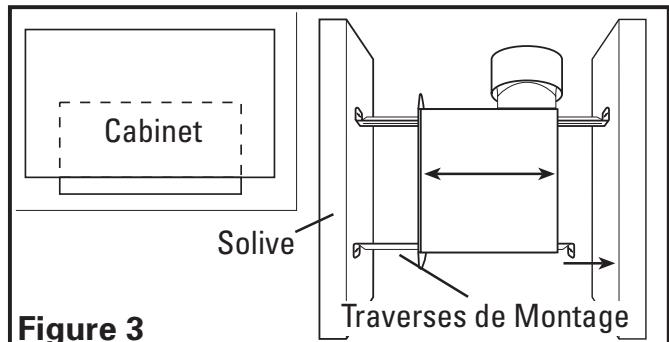
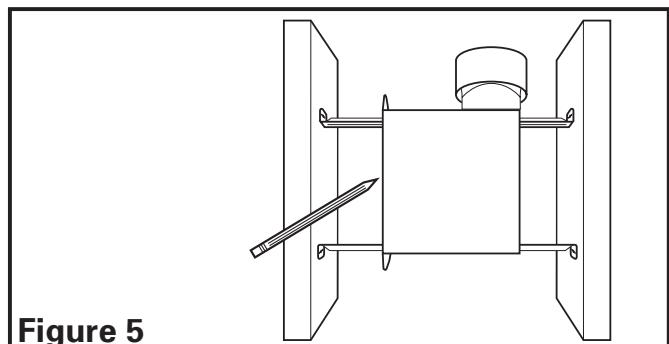

Figure 3
Figure 5
- Installation des Traverses de Montage:** installer les traverses sur le châssis et positionner le châssis près de la solive. En utilisant le guide sur le châssis du ventilateur, aligner le châssis pour qu'il soit à effleurement avec le plafond fini. Fixer les extrémités des traverses avec des clous ou des vis (non-comprises) aux solives et glisser le châssis à sa position finale (**Figure 3**).
- Installation des Traverses de Montage:** placer le châssis en position entre les solives et tracer un contour sur le matériau du plafond (**Figure 5**). Mettre le châssis de côté et découper l'ouverture, en prenant soin de ne pas couper ou endommager des câbles électriques dissimulés ou autres utilités. Installer les traverses sur le châssis et positionner le châssis dans le trou percé précédemment afin qu'il soit à effleurement avec le plafond fini. Fixer les extrémités des traverses aux solives (**Figure 3**).